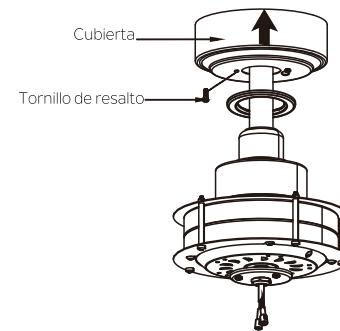

Fig. 15
**Paso 2.** Ensamble la cubierta haciendo girar la ranura principal en la cubierta sobre el tornillo de resalto en el soporte de montaje. Vuelva a instalar el tornillo de resalto que se había retirado anteriormente, y luego vuelva a ajustar bien los dos tornillos de resalto. (Fig. 15)